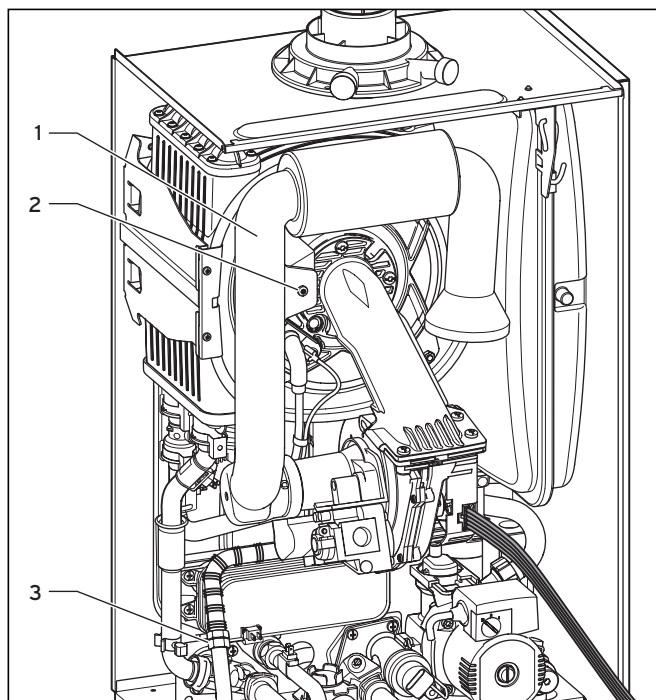
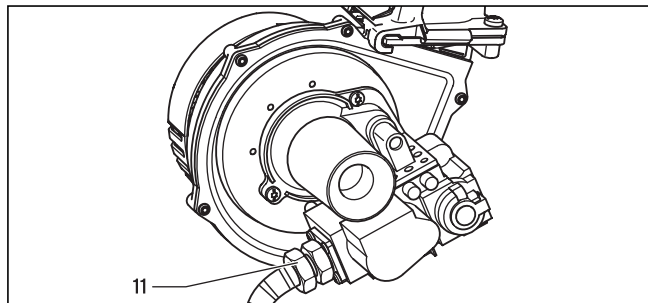

Fig. 8.7 Raccordement de la conduite de gaz
Fig. 8.8 Contrôle de l'étanchéité au gaz
Ouvrez l'alimentation en gaz puis assurez-vous de l'absence de fuites au moyen d'un spray de détection des fuites. Contrôlez notamment les vissages (3 dans fig. 8.7) et (11 dans fig. 8.8).
- Contrôlez si la bague d'étanchéité bleue dans le tuyau d'aspiration d'air (1) repose correctement dans le logement du joint.
- Enfoncez le tuyau d'aspiration d'air sur l'embout d'aspiration puis fixez le tuyau à l'aide de la vis (2), voir fig. 8.7.